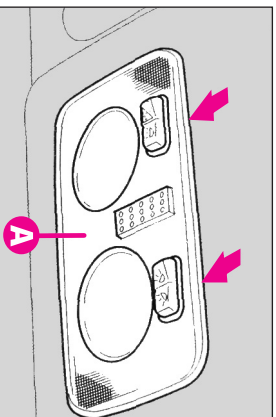

fig.52
- Scoateți unitatea de iluminare (A-fig.52) apăsând în punctele indicate de săgeați.